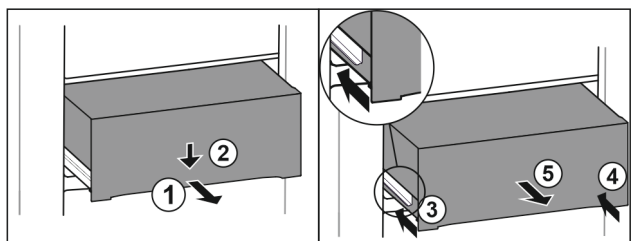

Fig. 156
- Tirer le tiroir jusqu'à mi-chemin. Fig. 156 (1)
- Appuyer sur l'avant du tiroir vers le bas. Fig. 156 (2)
- Insérer le rail gauche d'env. 2 cm. Fig. 156 (3)
- Insérer le rail droit d'env. 2 cm. Fig. 156 (4)
- Retirer le tiroir par l'avant. Fig. 156 (5)